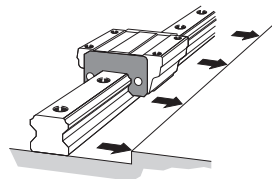

Abb. 7 Führungsschiene gegen Bezugsseite drücken
- (2) Legen Sie die Führungsschiene vorsichtig auf die Montagefläche und ziehen Sie die Befestigungsschrauben vorübergehend leicht an, so dass die Führungsschiene die Montagefläche leicht berührt (richten Sie die mit der Linie gekennzeichnete Seite der Führungsschiene an der Schulterkante der Montagefläche aus). (Abb. 7)